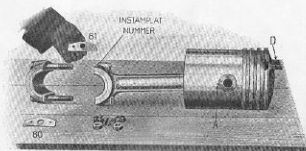

Fig. 26.
Vevstaken skall vändas så, att instämplingen och kolvens luftkam "D" (fig. 26) komma på samma sida.
Kolvstappen slås med försiktighet in i sitt läge varvid tillses, att knasten "A" (fig. 26) från början står mitt för spåret i kolven.
Vevlagren äro av brons med vitmetallfoder. Mellan lagerhalvorna finnas på båda sidor ett tjockt (80) och flera tunna (81) mellanlägg av mässingsplåt, vilka i mån av lagrets förslitning kunna borttagas (se fig. 26).